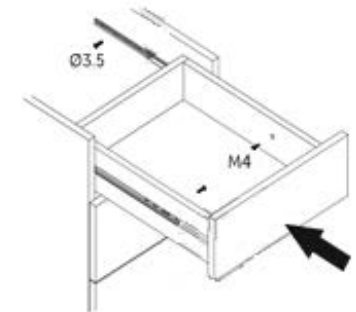

Рис.6
8. Установить ящики в тумбу. Вытянув подвижную часть направляющей, вставить ее в пазы на боковых стенках ящика и зафиксировать с помощью винта 4x10 через просверленное отверстие (Рис.6).